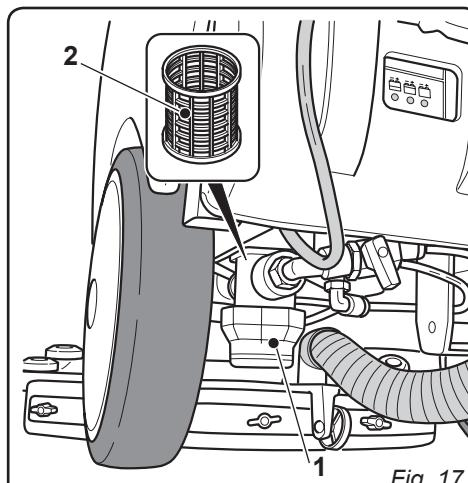

Fig. 17
11.1.d - Limpieza del filtro de agua limpia (Fig. 17)
- Aflojar la tapa transparente (1) del filtro y quitar el filtro (2).
- Limpiar el filtro (2) con agua corriente y si observa que está obstruido sustituirlo.